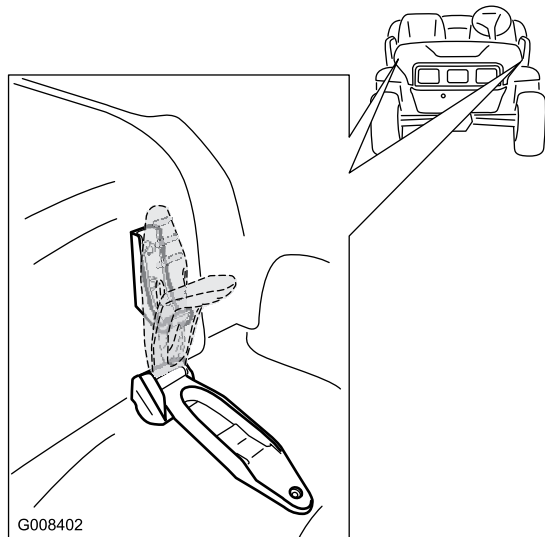

Figure 27
1. Soulevez la poignée des verrous en caoutchouc de chaque côté du capot (Figure 27).
2. Fixez le capot en alignant les verrous en caoutchouc sur les ancrages de verrouillage de chaque côté du capot (Figure 27).